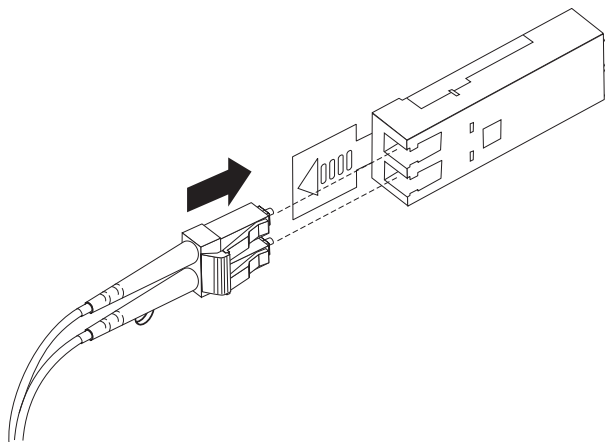

Figura 32. Inserindo um cabo Fibre Channel LC-LC em um módulo SFP
4. Insira com cuidado essa extremidade do cabo LC-LC em um módulo SFP instalado no DS5020. O conector do cabo possui um guia mecânico para ser inserido corretamente no módulo SFP. Segurando o conector, empurre o cabo até que ele se encaixe na posição, conforme mostrado na Figura 32.